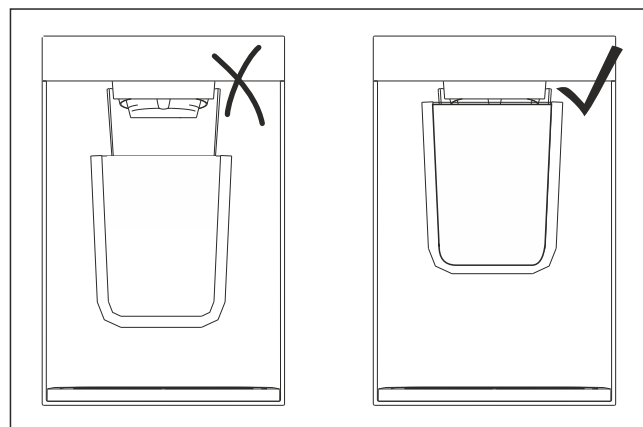

Fig. 103 Représentation à titre d'exemple
- ▶ Tenir le récipient aussi près que possible de l'ouverture de distribution. (voir Fig. 103)